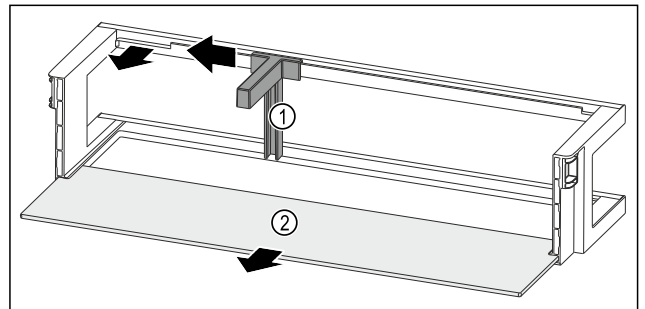

Fig. 169 带瓶托和搁板的门边存放架
- ▶ 将瓶托 Fig. 169 (1) 推至槽边。
- ▶ 取出瓶托 Fig. 169 (1)。
- ▶ 取出搁板 Fig. 169 (2)。